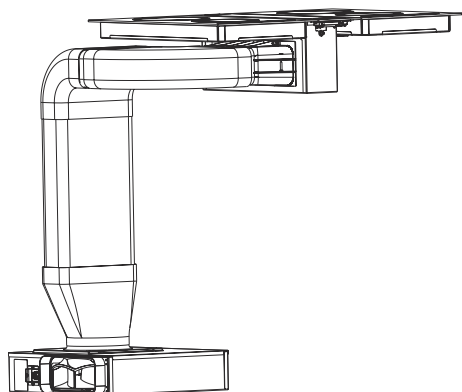

Fig. 14
7. ➡ Anslut nu utsugskanalen och slutför installationen (Fig. 14).